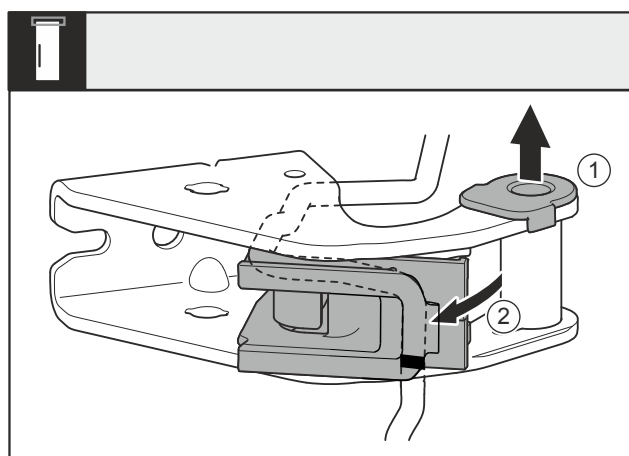

Fig. 30
- Выведите опорную втулку Fig. 30 (1) из направляющей.
- Отведите в сторону держатель кабеля Fig. 30 (2).